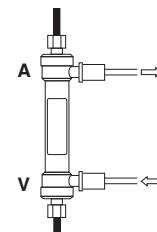

Fig.5 / Abb. 5 / Εικ. 5
- Sluit de dialysaattijnen aan op de dialysaattoorten zodat het dialysaat in tegenstroom met de bloedstroom stroomt. Verwijder eventuele luchtbellen en spoel de dialysaatzijde met dialysaat dat stroomt met ongeveer 500 ml/mm. (Fig. 5) Laat het dialysaat minstens 5 minuten stromen. Vermijd ultrafiltratie tijdens deze procedure.